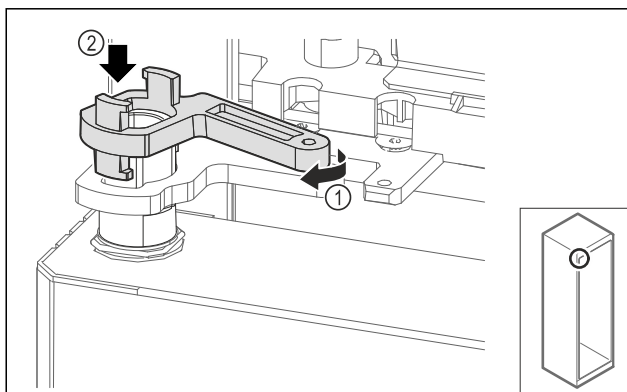

Fig. 66
- ▶ Слегка поверните фиксатор опорного кронштейна Fig. 66 (1) и насадите на втулку Fig. 66 (2).